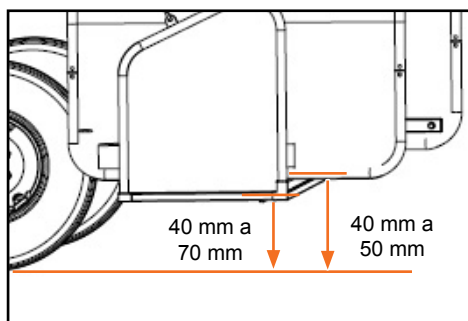

Figura 33
- Movimente a bandeja novamente por meio do guincho manual, até que o tubo retangular da bandeja fique entre 40 mm e 50 mm do tubo redondo do túnel. Ao regular a altura da bandeja, sua parte inferior deve ficar entre 40 mm a 70 mm do solo. Para atingir esta altura o cilindro hidráulico do eixo rodado deve ser recolhido até obter a regulação recomendada. A (Figura 33) demonstra como deve ser regulada a bandeja.